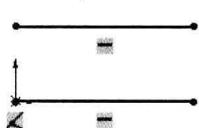

图 3-2 绘制直线
**Step3** 绘制直线。单击“草图”工具栏中的“直线”按钮 $\square$ ，绘制两条直线，如图 3-2 所示。